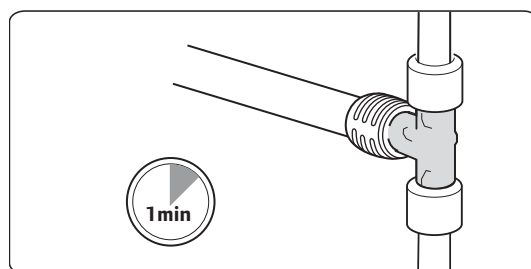

Fig. 7. Montare finalizată.
6. După câteva secunde, țeava cu inelul se va strânge pe fitting. Așteptați aproximativ un minut înainte de a verifica. Testarea etanșeității se poate realiza într-un interval de 30 de minute la temperatura camerei; consultați Fig. 7.